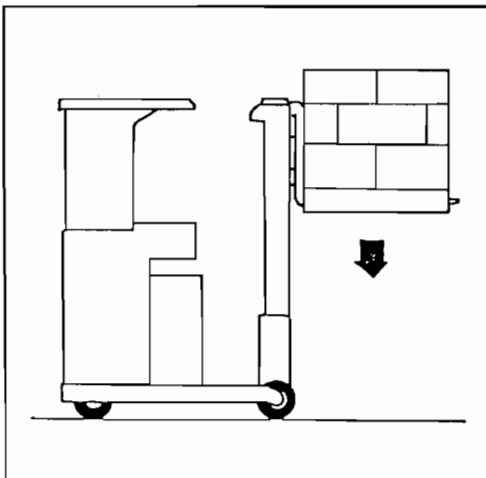

Abb. 10
2. Handbremse betätigen und die Last mit einem Sicherheitsabstand über den Stapel anheben (Abb. 10).